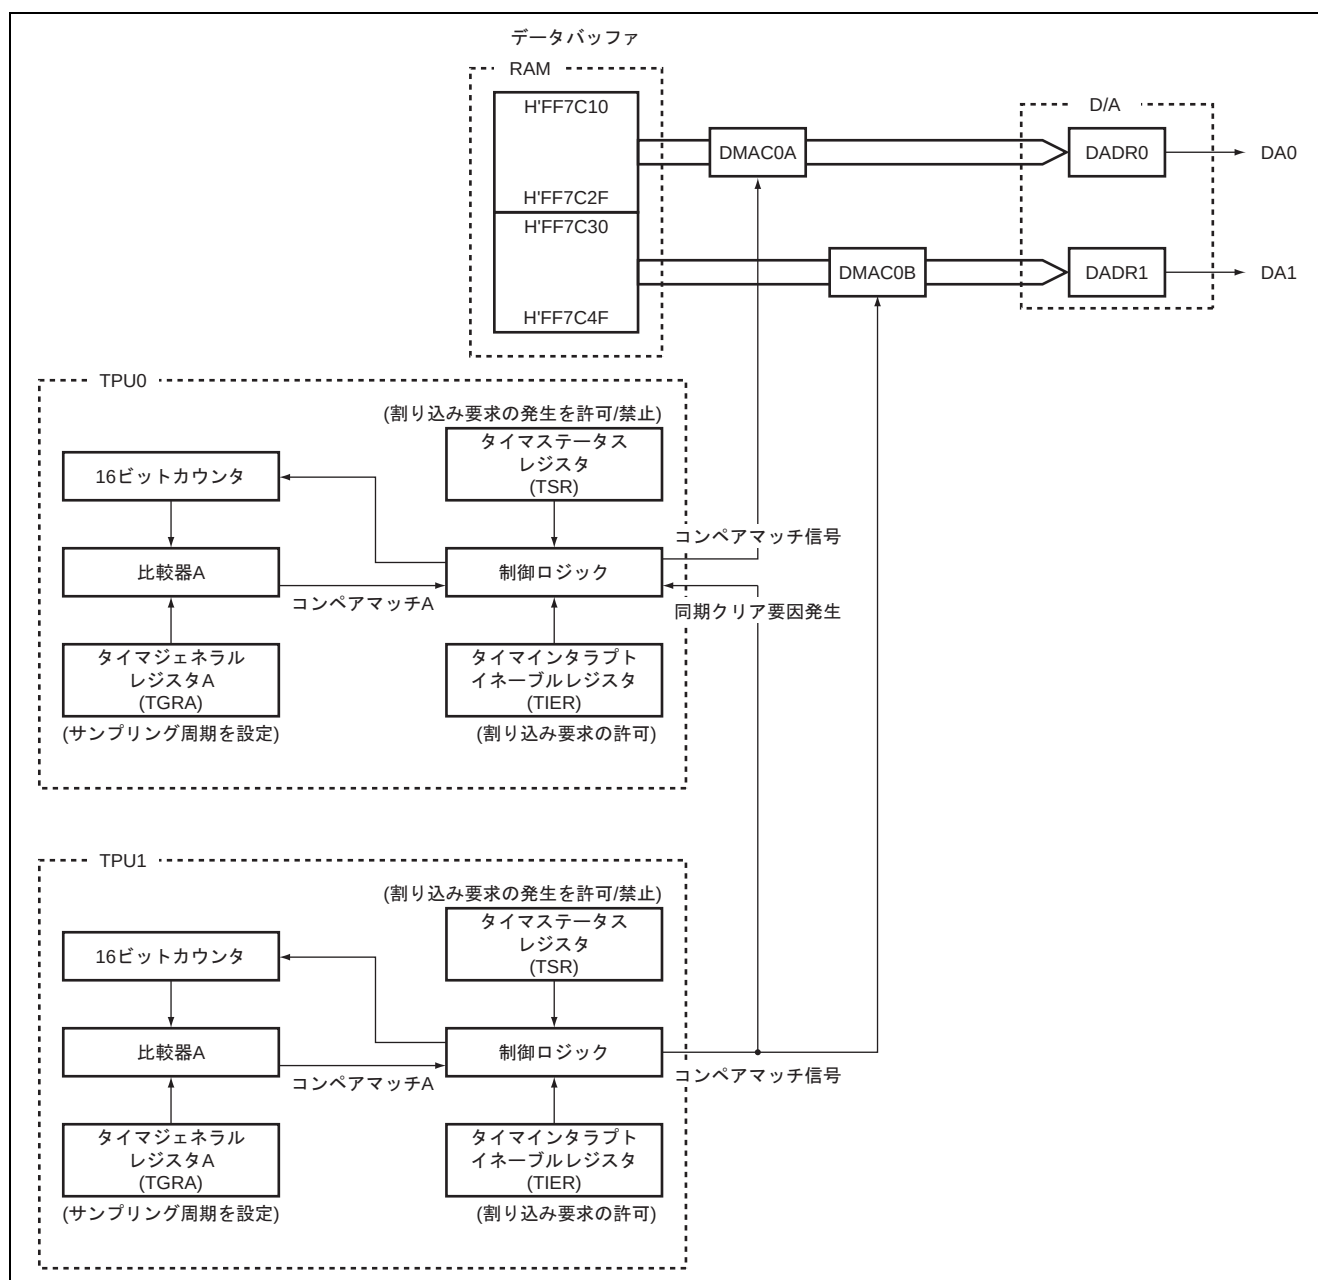

図2 アナログ出力回路ブロック図
(1) 図2に本タスクで使用する DMAC, D/A, TPU のブロック図を示します。本タスク例では, H8S/2339 の機能を以下のように使用し, D/A 変換を行います。